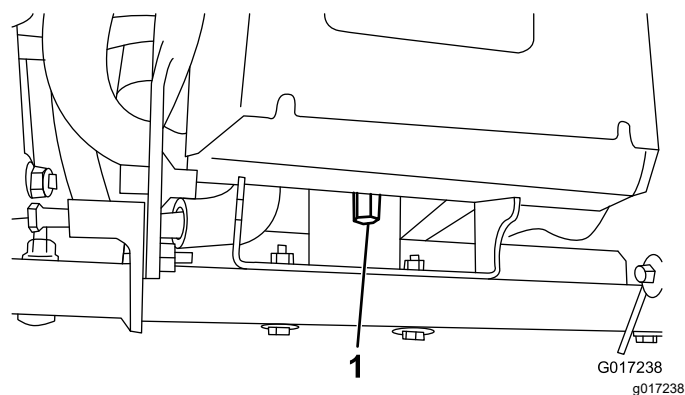

図3
3. バッテリープラットフォームの後部をマシンのフレームに固定している背の高いナットを外す 図3。